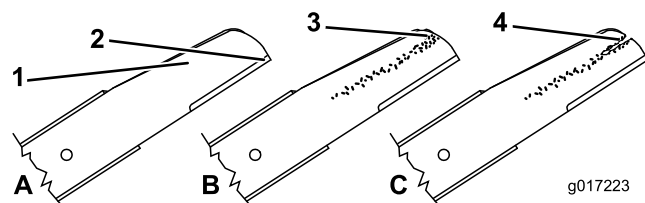

Figura 38
1. Inspeccione los filos de corte (Figura 38). Si los filos de corte no están afilados o tienen
2. Inspeccione las cuchillas, especialmente la parte curva (Figura 38). Si observa cualquier daño o desgaste, o la formación de una ranura en esta zona, cambie la cuchilla inmediatamente por una cuchilla nueva.